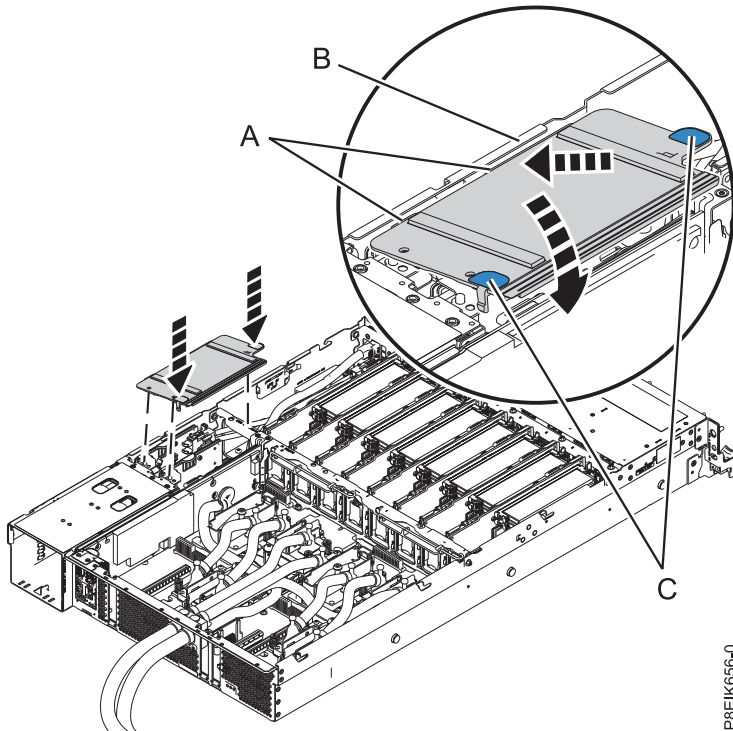

Figura 141. Instalación del deflector de aire de la tarjeta de expansión de alimentación
32. Instale el deflector de aire de la tarjeta de expansión de alimentación. Asegúrese de que los orificios del deflector queden alineados con las patillas en el sistema. Utilizando las pestañas azules (C), inserte el borde (A) del deflector en la parte lateral del sistema (B). A continuación, presione el deflector hasta que encaje en su sitio. Consulte la Figura 141 en la página 124.